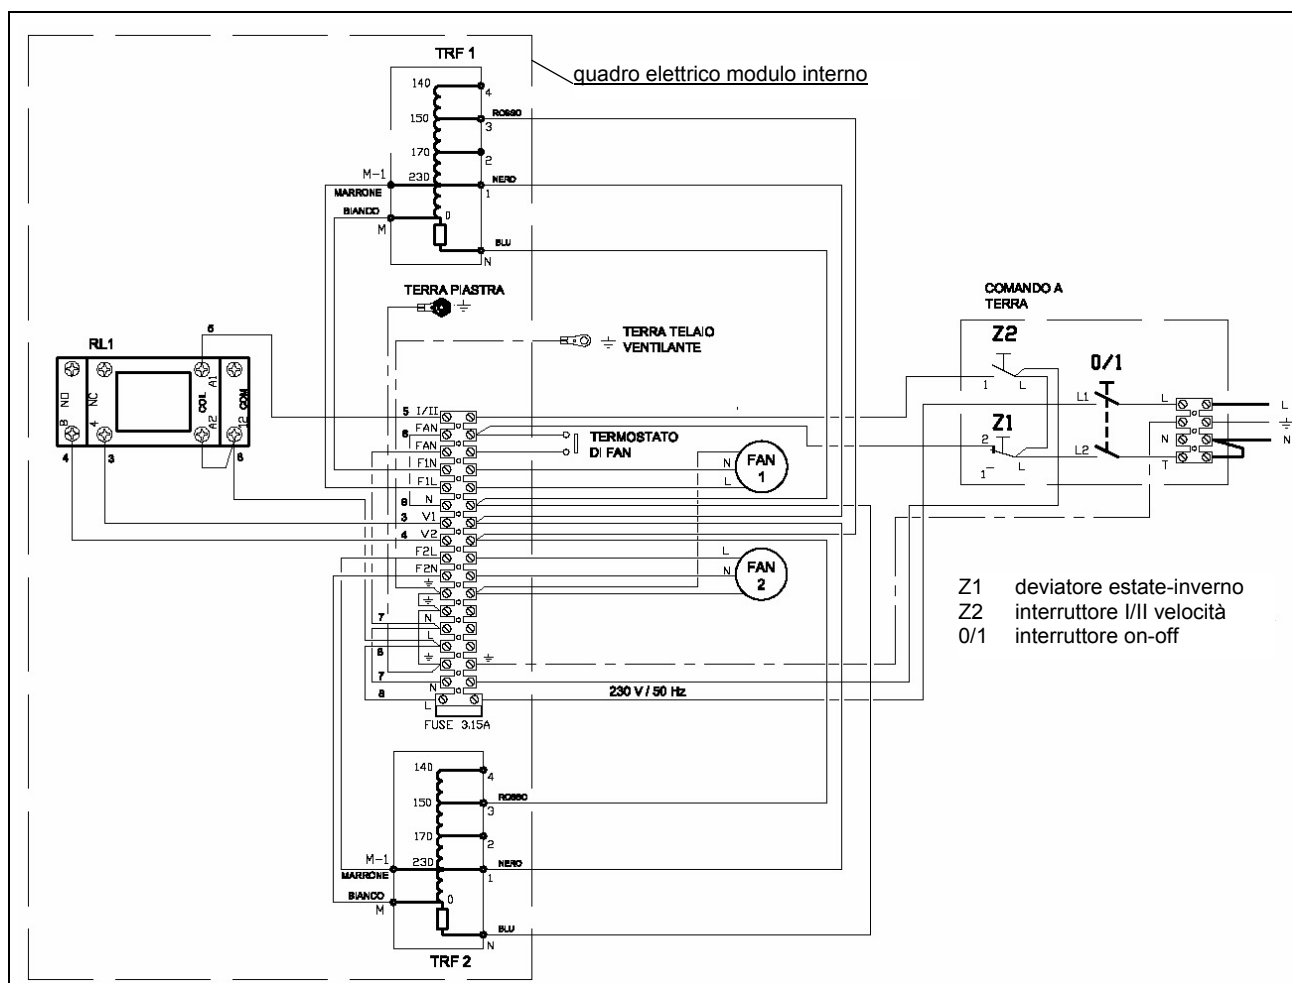

Figura 15 - SCHEMA COLLEGAMENTI ELETTRICI MODULO INTERNO
- Collegare il comando a terra, fornito a corredo, alla morsettiera della ventilante come indicato nello schema di Figura 15. Il cavo da utilizzare deve essere di tipo FG7 3Gx1,5 mm².
- Collegare il comando a terra alla linea di alimentazione elettrica secondo lo schema di Figura 15.